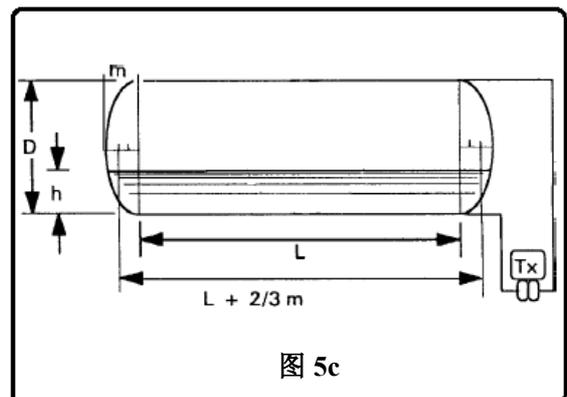

图 5c
c) 具有椭圆形或半椭圆形末端的柱状容器 (见图 5c)。变送器测量整个容器高度。
其中 m 是椭圆短轴的长度 (见图 5c)。